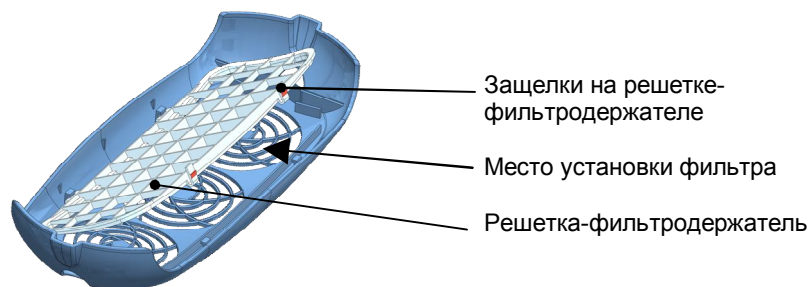

Рис.7
- Снять **решетку – фильтродержатель**, одновременно нажав по направлению к центру решетки на защелки, расположенные на **решетке - фильтродержателе** (рис.7), и вынуть использованный фильтр, соблюдая правила обращения с инфицированными материалами.
- Установить новый фильтр, закрепив его **решеткой-фильтродержателем** на защитной решетке рециркулятора (рис.7).